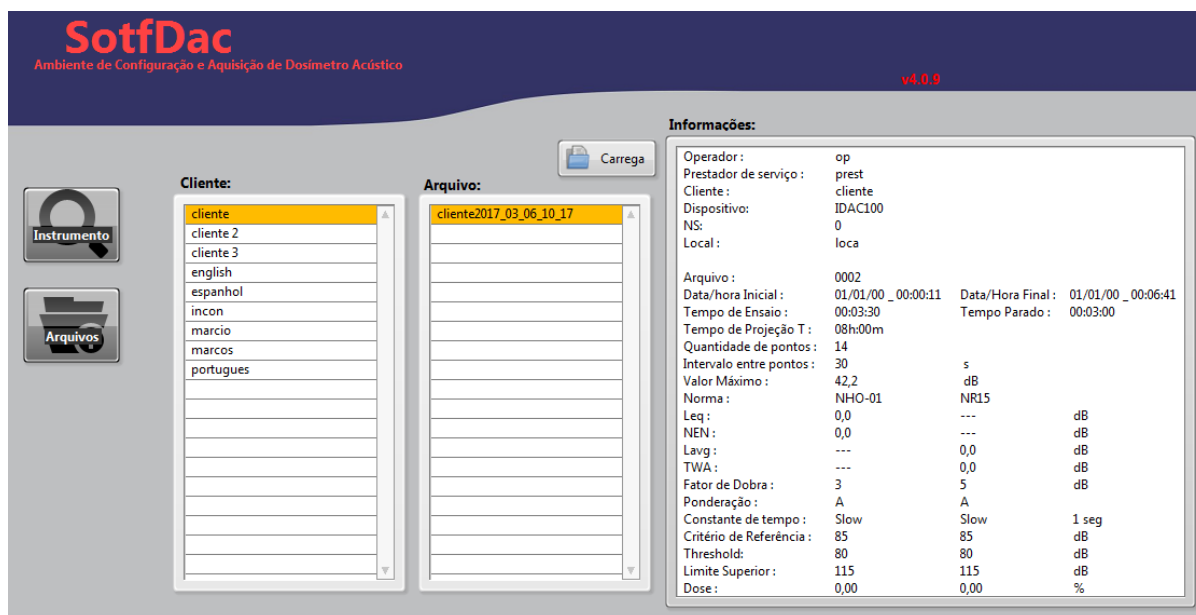

Figura 45: Tela de arquivos
Os arquivos representam o banco de dados de dosimetrias salvas no software. As Dosimetrias são separados por cliente. Clicando na tabela do cliente escolhido atualiza a tabela de arquivo. Desta maneira mostrando todos os arquivos de dosimetria de cada cliente na tabela Arquivos (ver figura 45).
- 1) **Voltar:** Volta para tela de escolha de arquivo no banco de dados (figura 45).